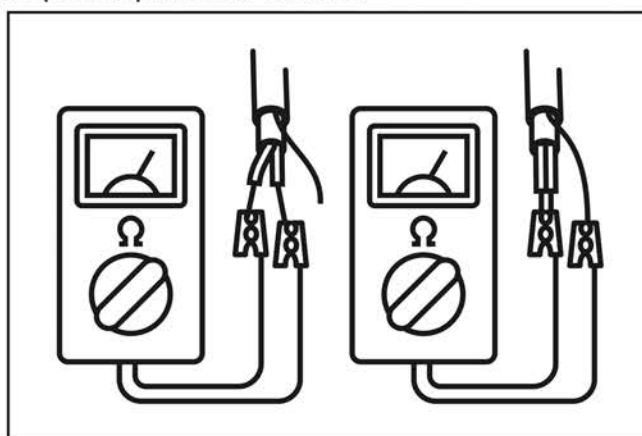

Рис. 1 – Измерение сопротивления нагревательных жил и изоляции
2. Измерить сопротивление нагревательных жил и изоляции (рис. 1). Сопротивление нагревательных жил должно соответствовать данным в таблице 2. Сопротивление изоляции не должно превышать 1 МОм при напряжении 2500 В.
6. После раскладки мата измерить сопротивление нагревательных жил и изоляции (рис.1).
10. Измерить сопротивление нагревательных жил и изоляции после установки напольного покрытия (рис.1).